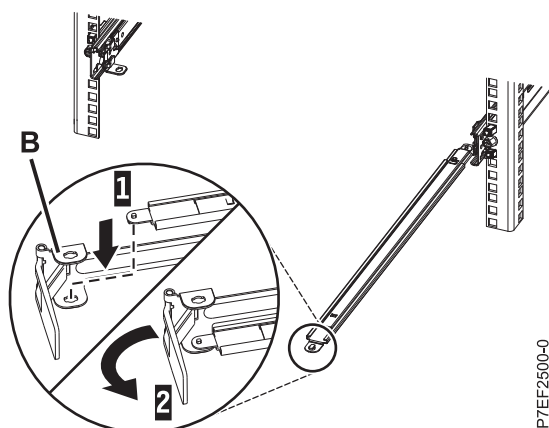

図 11. サポート・アームへのケーブル・マネジメント停止ブラケットの固定
3. L 字型のケーブル・マネジメント停止ブラケット (B) の下部内側の隅にある穴を見つけます。サポート・アーム先端の下面にあるロック用タブがブラケットの穴の位置に合うように、サポート・アームの接続されていない端の位置を合わせます。タブを穴 (1) に挿し込み、ブラケット (2) を回して、サポート・アームに固定します。詳しくは、図 11 を参照してください。